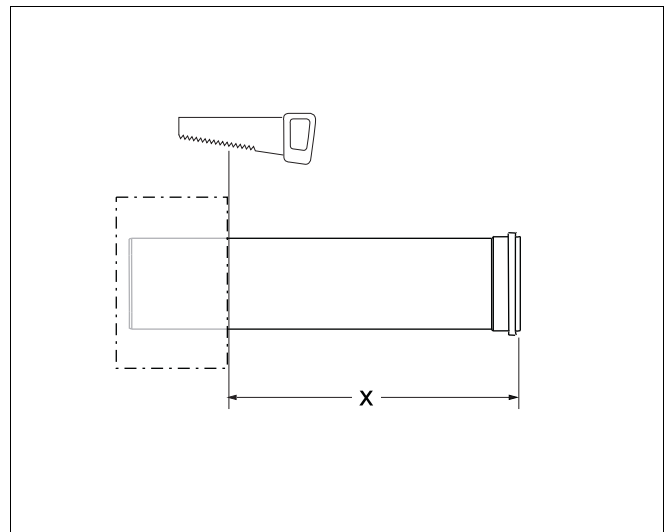

Рис. 8 Обрезка труб
- Обрезайте трубы до нужной длины x перпендикулярно (рис. 8). При использовании концентрических труб обрежьте дымовую трубу и трубу приточного воздуха на одинаковую длину.